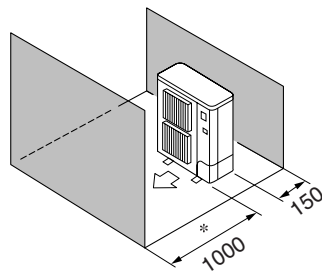

Fig. 3-9
- ⑤ Окружающие предметы - только спереди и сзади (Fig. 3-9)